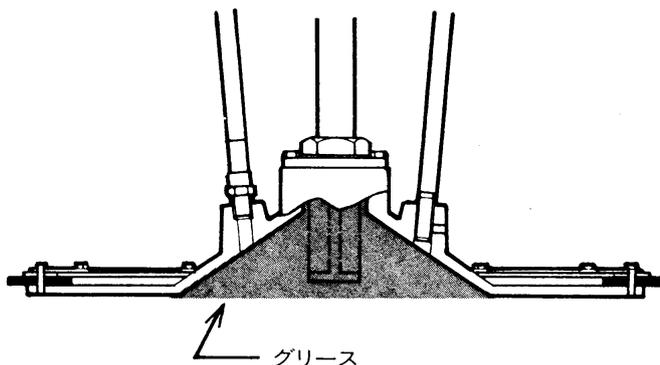

Fig.5
- 7) Fig.5のようにインダクタープレートの内側にグリースが入った状態までエア抜きすることにより、以後エアが混入することがなくなります。